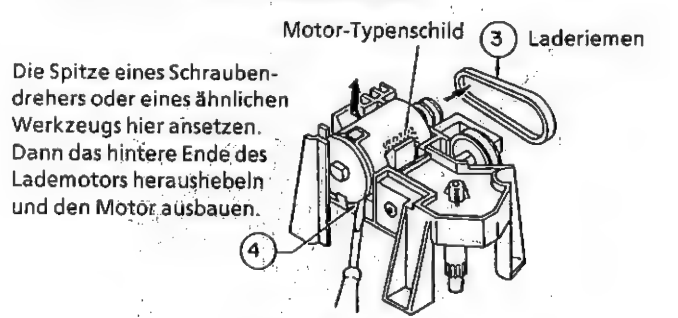

Abbildung 1-71.
- 3. Den Laderiemen ③ entfernen.
- 4. Das hintere Ende des Lademotors mit einem Schraubendreher oder einem vergleichbaren Werkzeug heraushebeln (siehe Abbildung 1-71), und dann den Motor herausnehmen.